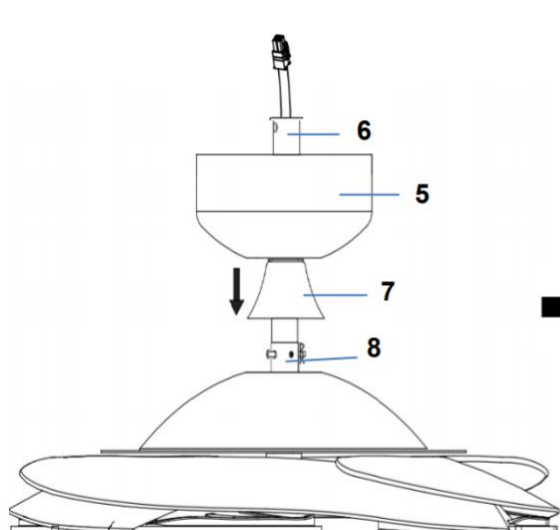
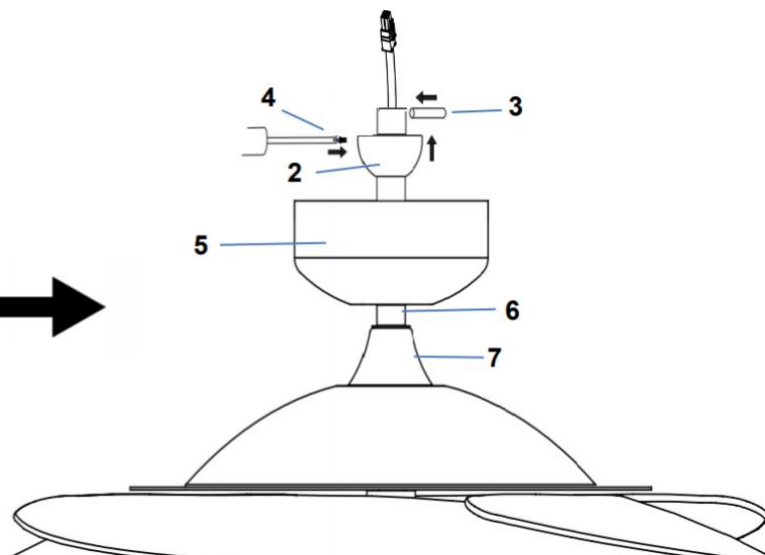

Fig. 4.5
Fig. 4.6
6. Fare scorrere la copertura decorativa (7) lungo l'asta (6) fino a coprire il raccordo dell'asta (8) (Fig. 4.5).
7. Posizionare la calotta (5) sull'asta (6), reinstallare il giunto sferico (2) e il perno (3) sull'asta (6) e fissarli serrando le viti di fissaggio (4) (Fig. 4.5 e Fig. 4.6).